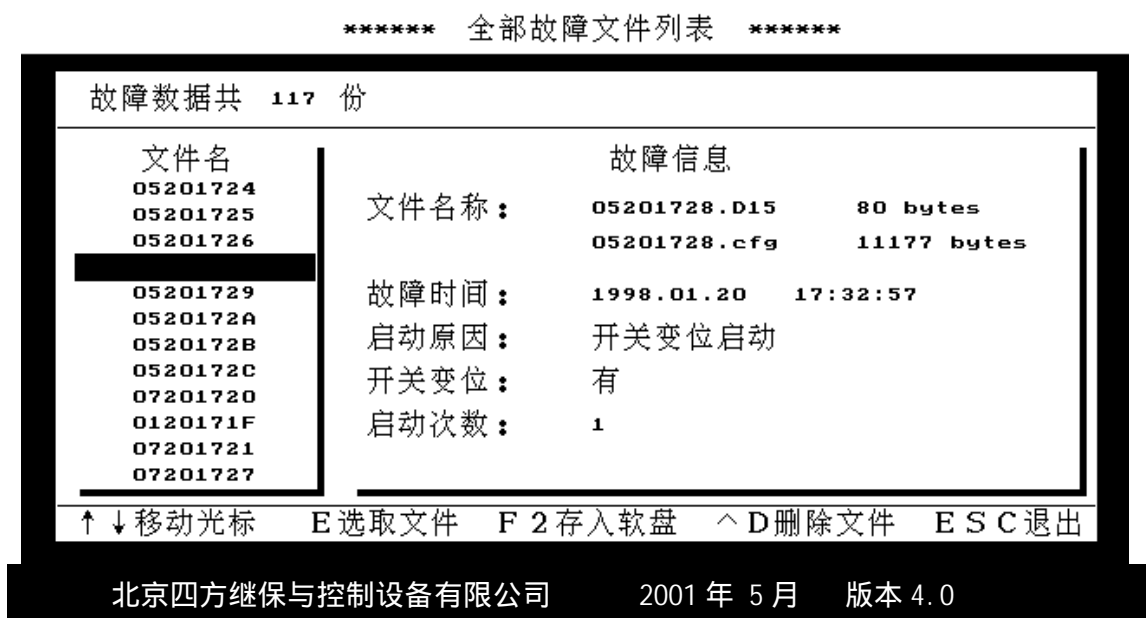

图 4-6-9
1. 全部数据列表：显示全部故障记录数据名称及总数。在画面的右方显示光标下数据的有关信息。如图 4-6-9：